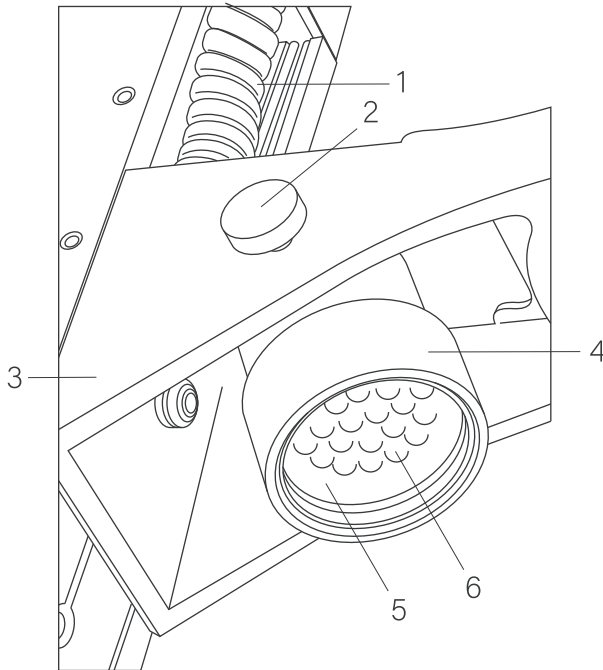

Рис. 6. Осветитель косого света.
- При необходимости установите осветитель косого света (рис. 6). Для этого закрепите корпус осветителя 4 (рис. 6) на кронштейне с помощью винтов 2 (рис. 6, 9). Конусы винтов должны входить в отверстия на корпусе осветителя. Вращайте винты поочередно до фиксации корпуса осветителя с достаточным усилием. Подключите витой кабель питания к разъему 3 (рис. 8) вынув предварительно защитную заглушку 2 (рис. 8).